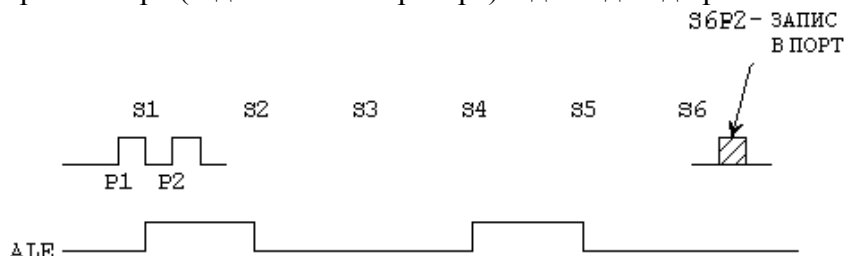

Рис.1
**При вводі** інформації (прийомі) її читання з виводу Rx здійснюється у фазі S5P2 машинного циклу (рис. 1): імпульси зсуву встановлюються в «1» у фазі S6P1, і скидаються в «0» у фазі S3P1 (генератор мікроконтролера формує машинний цикл мікропроцесора з дванадцяти тактів резонатора (задаючого генератора) відповідно до рис.1.